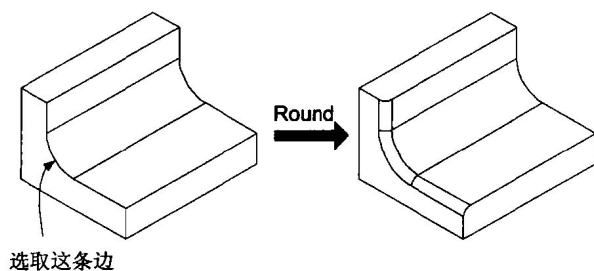

图 1.13
- **Tangent Chain:** 选取连续相切的边为欲倒圆角的边, 此为默认的选项, 也就是说, 在做圆角时, 若所选的边与其邻接边相切, 则圆角将一直延伸至相切的邻接边, 直到不相切为止。如, 图 1.13 就是以 Edge Chain → Tangent Chain 的方式选取边做圆角。